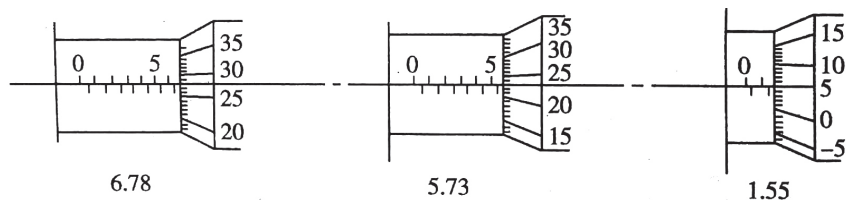

图1-6 外径千分尺的读数
活动套筒（副尺）每转 1 周它所移动的距离正好等于固定套筒（主尺）上的 1 格。顺时针转 1 周，就使测距缩短 0.5mm；逆时针转 1 周，就使测距延长 0.5mm。如果转半周，就移动 0.25mm。将活动套筒（副尺）沿圆周等分成 50 个小格，转动 1/50 周（1 小格），则移动距离为 $0.5\text{mm} \times 1/50 = 0.01\text{mm}$ 。活动套筒（副尺）转动 10 小格时，就移动 0.1mm。因此从固定套筒（主尺）上能读出 1mm 整数和 0.5mm，从活动套筒（副尺）能读出精确到 0.01mm 的小数。读数实例如图 1-6 所示。
③读数方法如下。
- 将两次读数相加就是工件的测量尺寸，如图 1-6 所示。